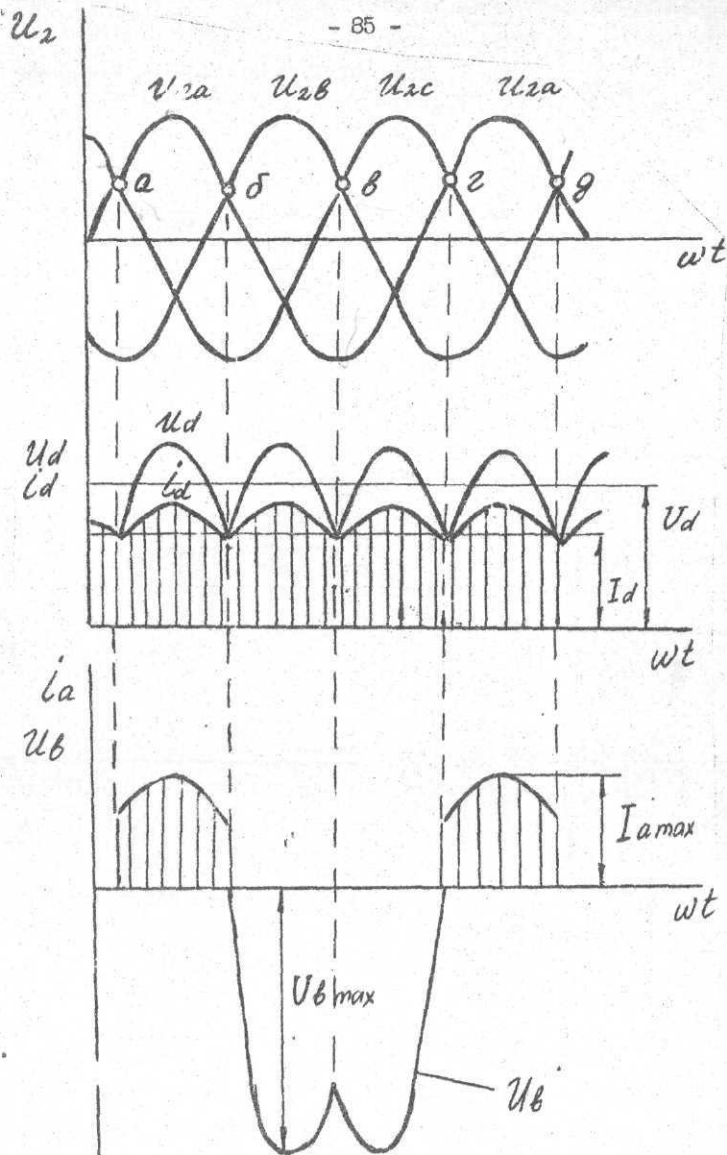
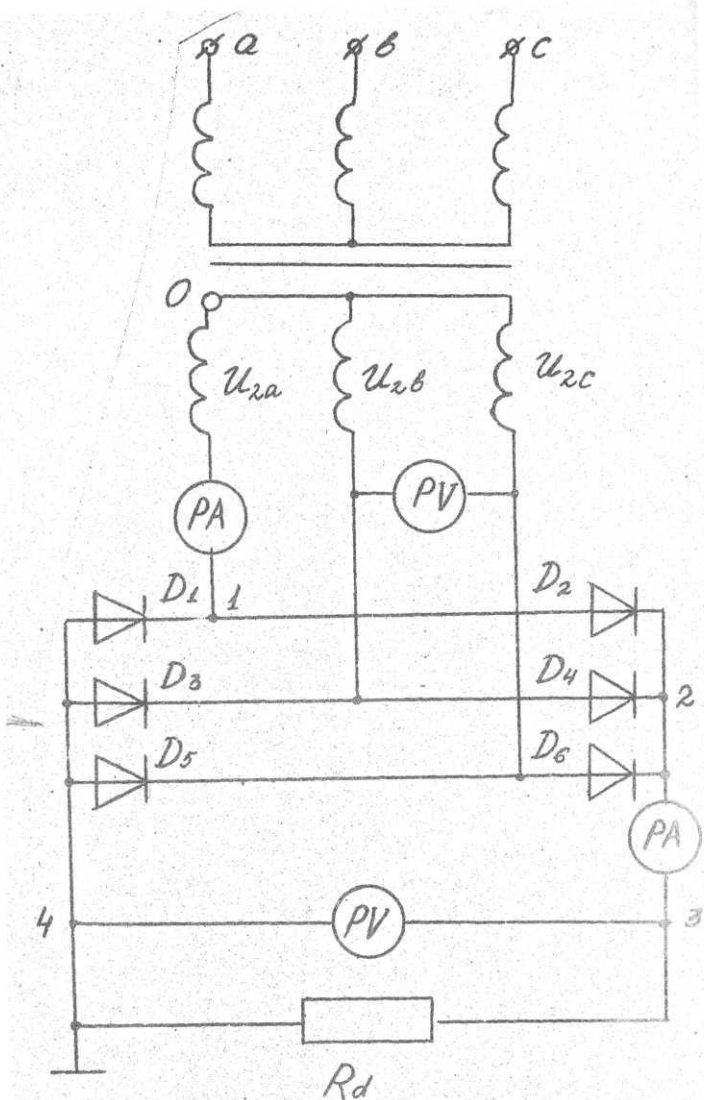

Рис.6.2. Временные диаграммы напряжения и тока в трехфазной схеме выпрямления с выводом от нейтрали
Рис. 6.3. Схема трехфазного мостового выпрямителя
Временные диаграммы для этой схемы выпрямления приведены на рис. 6.2. Каждый из диодов работает $1/3$ периода. Переключение диодов происходит в точках равенства положительных потенциалов фаз. Частота пульсаций выпрямленного напряжения (частота основной гармоники) в 3 раза выше частоты сетевого напряжения $f_{or} = 3f_c$. Трехфазная мостовая схема выпрямления приведена на рис. 6.3.
2.1. Для всех специальностей собрать мостовую схему выпрямления (рис.6.2).